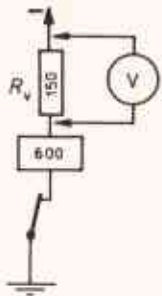

Abb. 10.4
14. In der Relaischaltung nach Abb. 10.4 soll die Stromstärke durch indirekte Messung am Widerstand R_v bestimmt werden. Am 150-Ohm-Widerstand wird eine Spannung von 4,8 V gemessen.